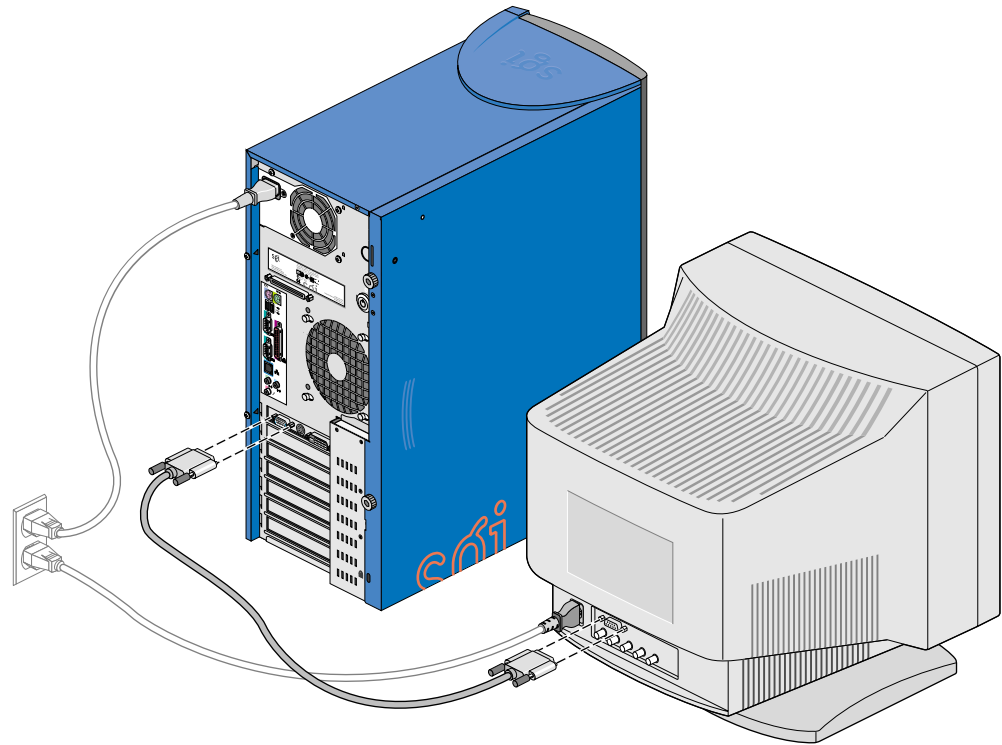

Figura 1-8 Conexión del cable de vídeo DB15 HD
4. Conecte un cable de vídeo DB15 HD al sistema como se muestra en la Figura 1-8.
5. Conecte el monitor a la fuente de alimentación como se muestra en la Figura 1-8.